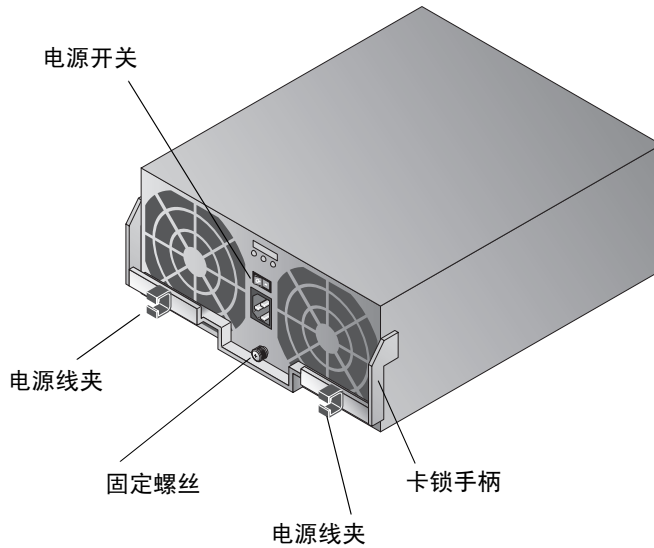

图 6-9 电源和冷却设备
1. 按下电源开关，关闭电源和冷却设备的电源（图 6-9）。
3. 从电源和冷却设备上的缆线夹卸下电源线（图 6-9）。